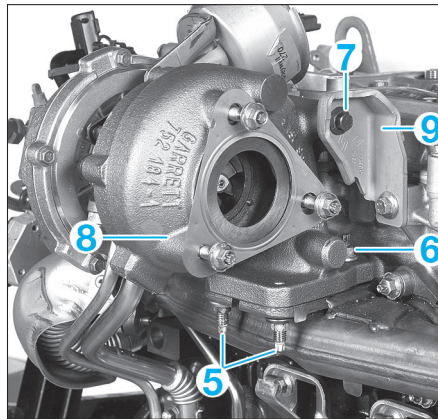

FIG. 53
- Déposer (fig. 53) :
- les écrous inférieurs (5) du turbocompresseur sur le collecteur d'échappement.
- l'écrou supérieur (6) du turbocompresseur sur le collecteur d'échappement.
- la vis transversale (7) de fixation du turbocompresseur.
- Déposer le turbocompresseur (8).
- Déposer la béquille de turbo (9) (2 vis).